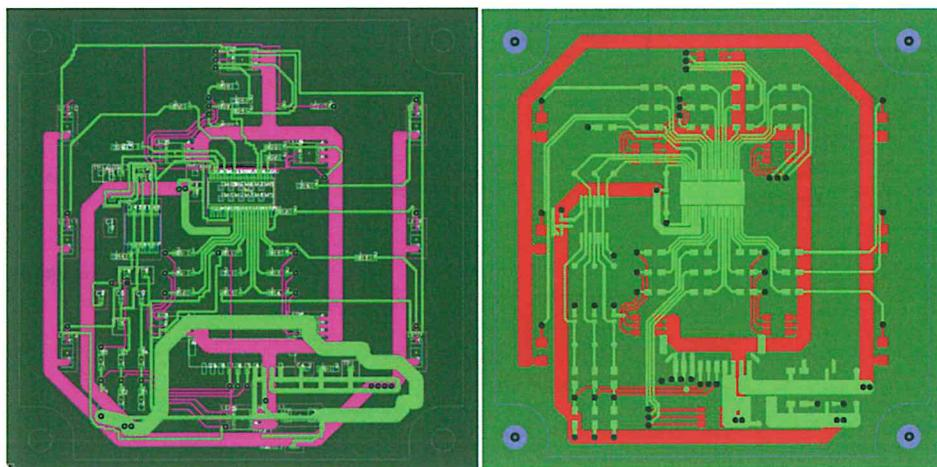

図6. 現状のAI_PCBによる部品配置～パターン配線までの設計結果とベテラン設計者による設計結果
◇現状の品質①：AIが部品配置から自動配線まで全て実施した結果（図6）
2023年1月にプレオープンしたAI_PCBによる設計結果（図6：左）とベテラン設計者による設計結果（図6：右）の比較。